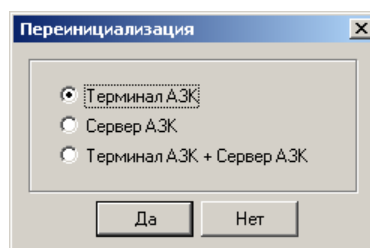

Рисунок 17.2: Переинициализация.
3. Нажать кнопку «Да» в появившемся диалоговом окне (рис. 17.2).